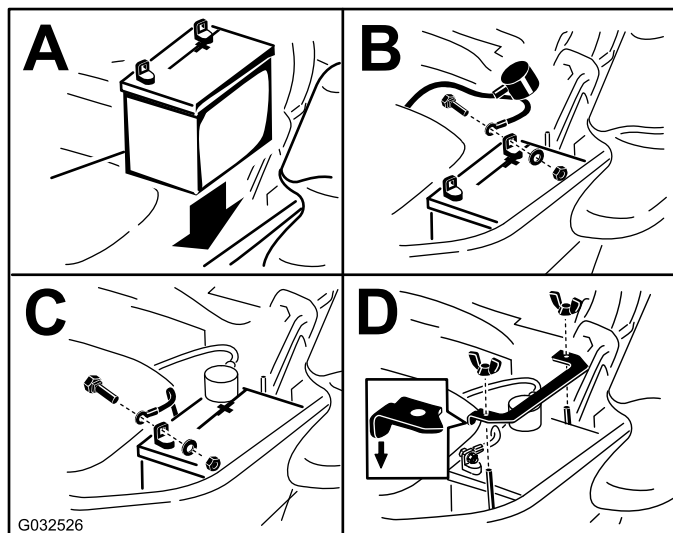

Figure 55
**Remarque:** Placez la batterie dans son support en tournant les bornes à l'opposé du réservoir hydraulique (Figure 55).